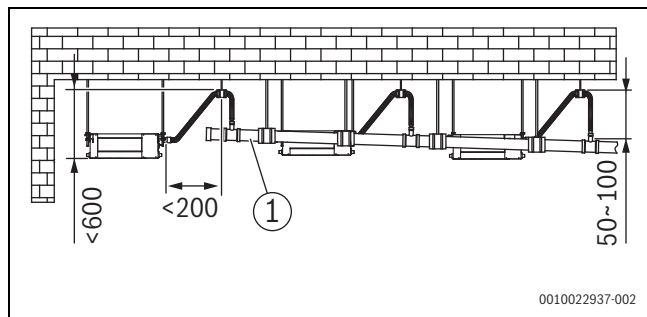
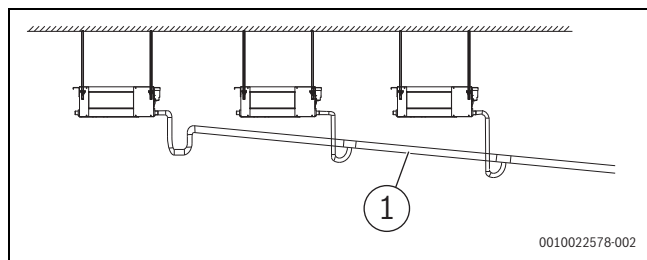

Fig. 234 Installation et distances des tubes d'évacuation d'eau avec pompe à eau [mm]
Fig. 235 Installation des tubes d'évacuation d'eau sans pompe à eau
- Installer les tubes d'évacuation comme indiqué sur la figure 234 (avec pompe à eau) et la figure 235 (sans pompe à eau). La sortie des tubes d'évacuation ne doit pas être supérieure à la hauteur d'évacuation, tout en assurant une inclinaison vers le bas supérieure à 1/100.